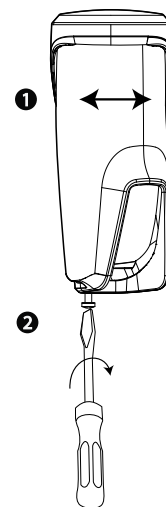

Figure 9 :
Remarque : une fois le détecteur placé dans le support non vissé, vous pouvez le faire tourner jusqu'à la position exacte souhaitée. Voir trou Numéro 1 de la Figure 9.
7. Pendant que le voyant clignote, resserrez la vis inférieure pour fermer le support. Voir Numéro 2 de la Figure 9.